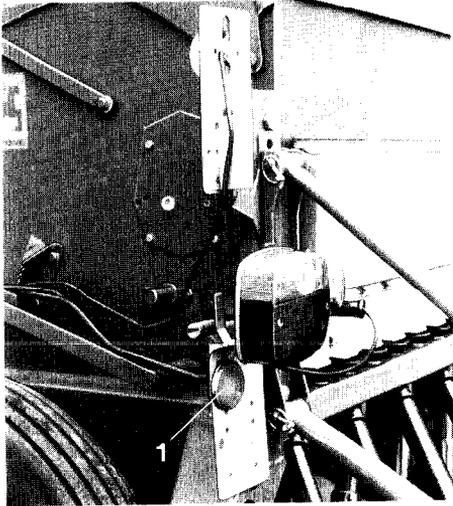
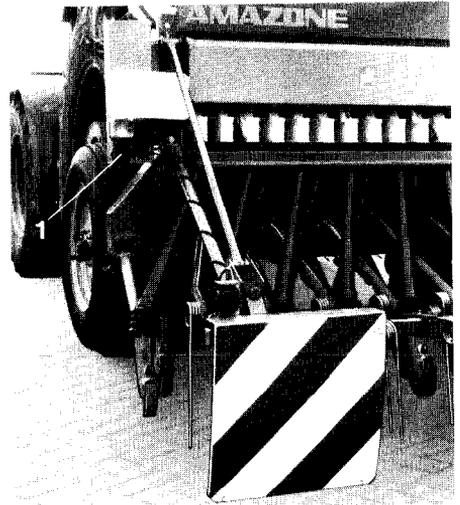

Fig.26
Fig.26a
- Die gesetzlich zugelassene Beleuchtung auf die seitlich befestigten Leuchenträger aufstecken (Fig. 26), und zwar oben in Fahrtrichtung und unten für die Beleuchtung nach hinten. Sämaschine nur so hoch anheben, daß der Abstand von der Fahrbahn zu den Rückstrahlern (Fig. 26/1, Fig. 26a/1) 900 mm nicht überschreitet. Die Figur 26a zeigt die fest montierte Beleuchtung (Bestell-Nr. 30690), die auch auf dem Feld nicht abgenommen wird.